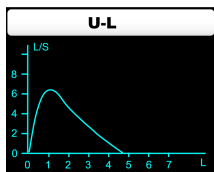
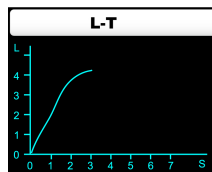
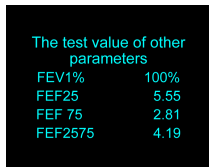
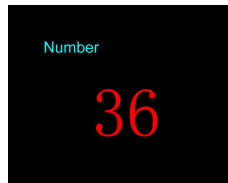

Figura 6-4 Grafico flusso espiratorio-volume
Figura 6-5 Grafico volume-time
Figura 6-6.
Figura 6-11
Grafico Flusso Espiratorio-Volume, Grafico Volume-Tempo: Premendo i tasti "Su" (Up), "Giù" (Down) compariranno due grafici: Il grafico flusso espiratorio-volume e il grafico volume-tempo (come in Figura 6-4 e Figura 6-5). Le tre interfacce superiori sono l'interfaccia principale; dal sottomenù premere "Menù" per tornare al menu principale come da Figura 6-6.
Durante il test, premere “Menù” sul menù principale come da Figura 6-6, l'utente può quindi scegliere altri parametri ed eseguire le impostazioni di controllo, le informazioni del paziente, l'impostazione del tempo reale, lo spegnimento, ecc. I dettagli dell'operazione sono i seguenti:
Selezionare “Modifica” (Review Fun) dal sottomenù. Se la schermata precedente è su “SPENTO” (OFF), premere il tasto conferma per aprire la funzione (**Nota:** la funzione di modifica può essere aperta solo quando i numeri di pratica sono più di uno). L'interfaccia passerà quindi all'interfaccia Numero, come mostrato nella Figura 6-11. In questa interfaccia, usare i tasti “Su” o “Giù” per selezionare il numero di pratica, poi premere il tasto conferma per modificare le informazioni del caso selezionato. Se la schermata precedente è su “ACCESO” (ON), premere il tasto conferma per passare allo stato precedente (**Ossia:** Se la misurazione è stata completata prima della modifica, chiudere questa funzione, visualizzare lo stato “SPENTO” (OFF), o passare all'interfaccia di misurazione, come mostrato nella Figura 6-1).
Attenzione: Aprendo la funzione di modifica è possibile esaminare tutti i dati rilevati, il percorso è: Entrare nel menù principale come da Figura 6-6, selezionare **“Info Paziente”** (Patient Info), premere il tasto conferma per entrare nel sottomenù, come da Figura 6-20. Selezionare **“Numero”** (Number) e premere il tasto conferma per passare all’interfaccia del numero di pratica, come da Figura 6-11 (la funzione può essere selezionata solo in caso di apertura della funzione modifica), poi usare i tasti “Su” o “Giù” per selezionare il numero di pratica, premere il tasto conferma per esaminare le informazioni corrispondenti. Per esaminare altri casi, ripetere i passi suddetti (se i dati sono sbagliati, dopo aver premuto il tasto conferma comparirà “Errore!” (Error)).